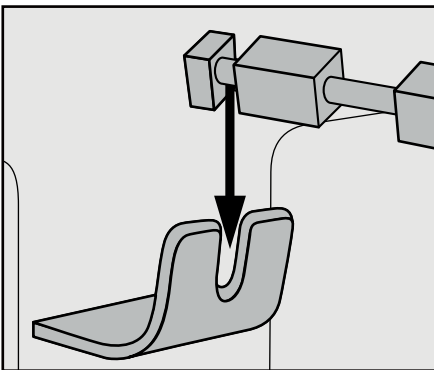

Fig. 2: Inserire lo spiedo **16** nel vano di ricezione dello spiedo **9**
- Inserire poi l'altra estremità dello spiedo **16**, quella con la scanalatura profonda, nel vano di ricezione dello spiedo **9** (fig. 2):